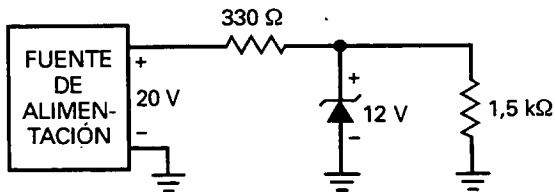

Figura 5-36
- 5-4. Si el diodo zener de la Figura 5-36 está desconectado, ¿cuál es la tensión en la carga?
- 5-5. Suponga que la tensión de la fuente en la Figura 5-36 disminuye de 20 a 0 V. En algún punto durante el transcurso de esta disminución, el diodo zener dejará de regular. Halle la tensión de la fuente para la cual se pierde la regulación.
- 5-6. Calcule las corrientes por las tres ramas de la Figura 5-36.
- 5-7. Suponiendo que las dos resistencias en la Figura 5-36 tienen una tolerancia de ± 10 por 100, ¿cuál es el valor de la corriente máxima?
- 5-8. Suponiendo que la tensión de la fuente en la Figura 5-36 puede variar de 20 a 40 V, ¿cuál es el valor máximo de la corriente por el zener?
- 5-9. ¿Qué potencia disipan las resistencias y el diodo zener en la Figura 5-36?
- 5-10. El diodo zener de la Figura 5-36 se sustituye por un 1N961. ¿Cuáles son los valores de la tensión en la carga y la corriente por el zener?
- 5-12. El diodo zener en la Figura 5-36 tiene una resistencia zener de $11,5\ \Omega$. Si el rizado de la fuente de alimentación es de 1 V, ¿qué rizado tiene la resistencia de carga?
- 5-14. En la Figura 5-36, la tensión no regulada de la fuente de alimentación puede variar de 18 a 22 V y la resistencia de carga puede variar de $500\ \Omega$ a $1,5\ \text{k}\Omega$. ¿Fallará el diodo zener bajo estas condiciones? Si es así, ¿qué valor debería tener la resistencia en serie?
- 5-15. En la Figura 5-36, la tensión no regulada de la fuente de alimentación puede variar de 16 a 23 V y la resistencia en la carga puede variar de 1 a 25 mA. ¿Dejará de regular el diodo zener bajo estas condiciones? Si es así, ¿cuál es el valor máximo para la resistencia en serie?
- 5-16. ¿Cuál es la mínima resistencia de carga que se puede usar en la Figura 5-36 sin perder la regulación zener?
- 5-19. El diodo zener de la Figura 5-36 es un 1N963B. ¿Cuál es la mínima tensión zener? ¿Y la máxima?
- 5-21. En la Figura 5-36, ¿cuál es la tensión en la carga para cada una de las condiciones siguientes:
- 5-22. Si se miden aproximadamente 16,4 V para la tensión en la carga en la Figura 5-36, ¿cuál podría ser la avería?
- 5-23. Se miden 20 V en la carga de la Figura 5-36. Un óhmetro indica que el diodo zener está abierto. ¿Qué debería comprobarse antes de sustituir el diodo zener?
- 5-29. El diodo zener de la Figura 5-36 tiene una resistencia zener de 11,5 Ω . ¿Cuál es el valor de la tensión en la carga si se incluye R_z en los cálculos?
- 5-30. El diodo zener en la Figura 5.36 es un 1N963. Si la resistencia de carga varía de 1 a 10 k Ω , ¿cuál es la tensión mínima en la carga? ¿Y la máxima? (Emplee la segunda aproximación.)